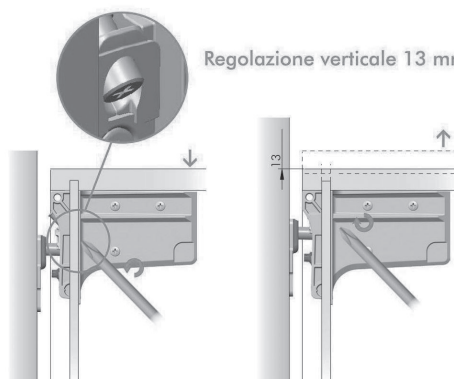

Fig. 3
- Bloccare il mobile alla placca a muro tramite la regolazione orizzontale (vedi Fig. 3).
- Blocco a muro: fissaggio sulla placca (vedi Fig. 3).
- Antisgancio: una volta in posizione impedisce al mobile di sganciarsi dalla placca a muro (vedi Fig. 3).